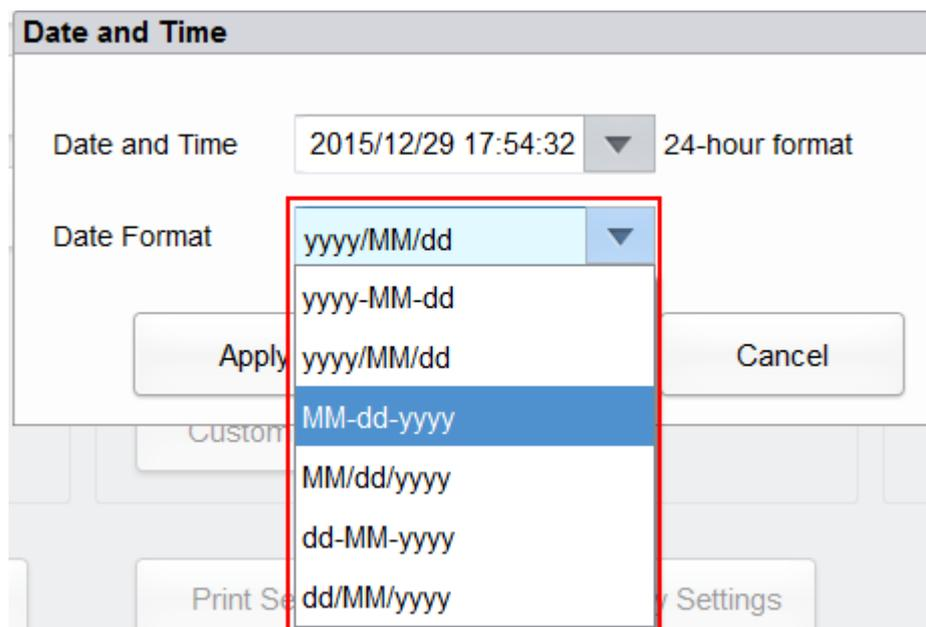

Рис. 5-2 Установка формата даты
4. Выберите настройки формата из списка **Date Format** (Формат даты), как показано на Рис. 5-2: